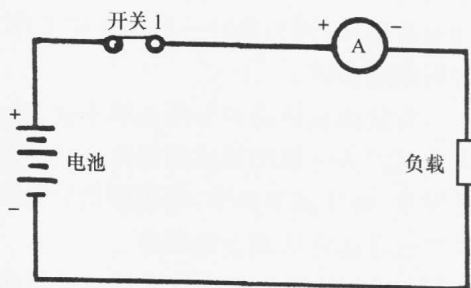

图 1.2 通常将电流表与电路相串联
(2) 电流大小测量 通常使用电流表或钳式安培计来测量电路的电流。电流强度的大小可以指示或探明一般的电路故障,如短路、开路和接地。请记住,当测量电流时,电流表一般与电路相串联,如图 1.2 所示。